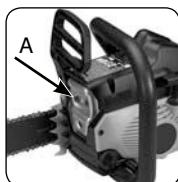

Рис. 17A
- Снимите оба болта (A) и вытяните шумоглушитель наружу (Рис. 17A).